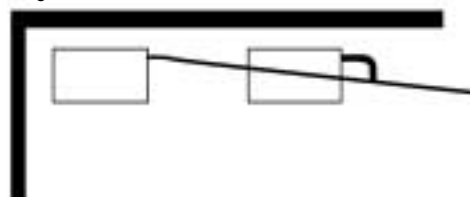

Fig 14
6. I collegamenti di più unità cassette alla stessa linea di scarico devono venire indicati così come si vede nella Fig. 14.